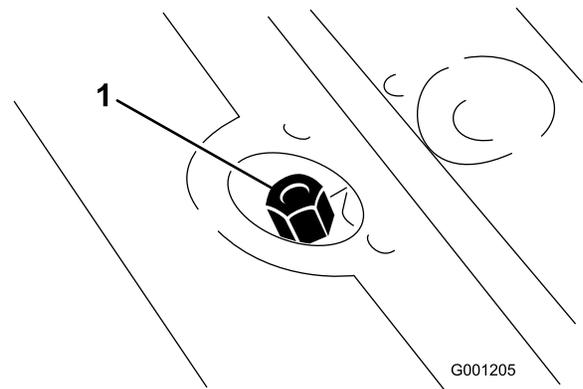

Figura 25
7. Togliete il tappo dell'asta di livello (Figura 25) dal bocchettone di riempimento e tergete l'asta con un cencio pulito.